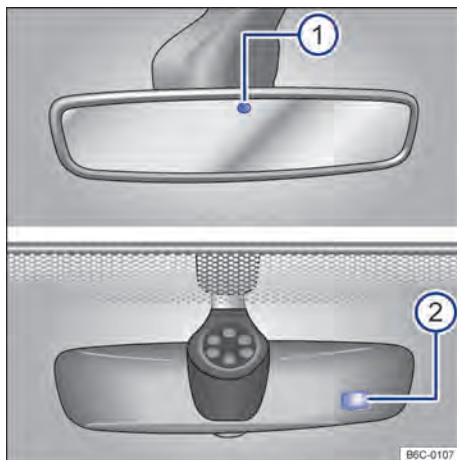

Fig. 77 En el parabrisas: espejo retrovisor interior antideslumbrante automático.
Con el encendido conectado, los sensores miden la incidencia de la luz detrás → fig. 77 ① e por delante ②.